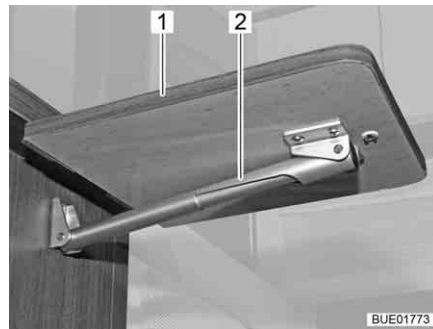

Fig. 122 Tavolo ribaltabile su bancone, aperto
- Afferrare in basso il tavolo ribaltabile su bancone (Fig. 122,1) e rimuoverlo con un movimento delicato dai supporti magnetici.
- Orientare il piano del tavolo verso l'alto, fino all'aggancio dell'elemento di fissaggio del supporto telescopico (Fig. 122,2). Rilasciare il tavolo ribaltabile.